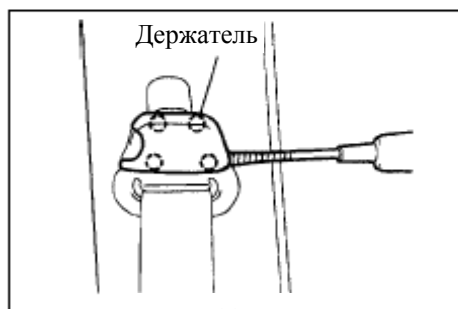

Рис. 559
a. С помощью отвертки снимите крышку барабана ремня безопасности(рис. 559);